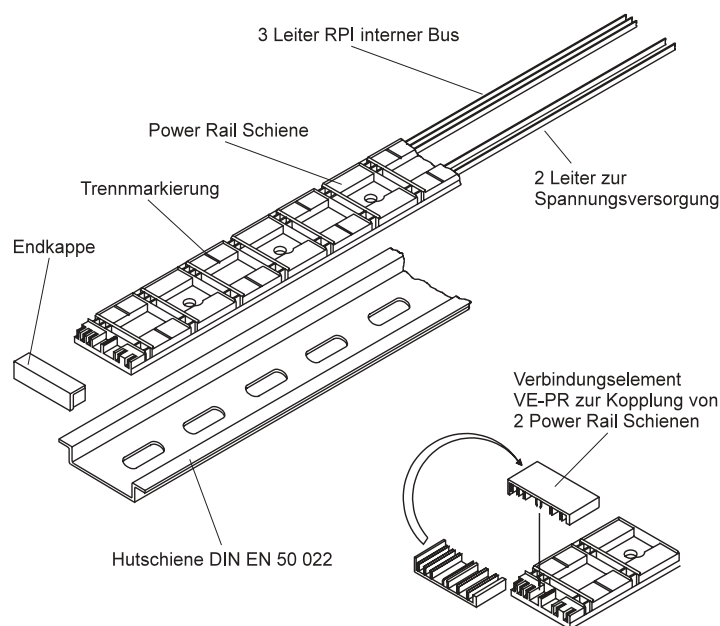

Bild 6.13: Aufbau der Power Rail Schiene PR-05
Lieferumfang (siehe Bild 6.13):
- Verbinden der entsprechenden Power Rail Segmente mit dem Verbindungselement VE-PR (siehe Bild 6.13). Bitte stoßen Sie einen rechten und linken Endkontakt, so dass sich VE-PR montieren lässt. Die RPI-Geräte können Sie auch über das Verbindungsteil montieren, so dass Ihnen kein Platz verloren geht.